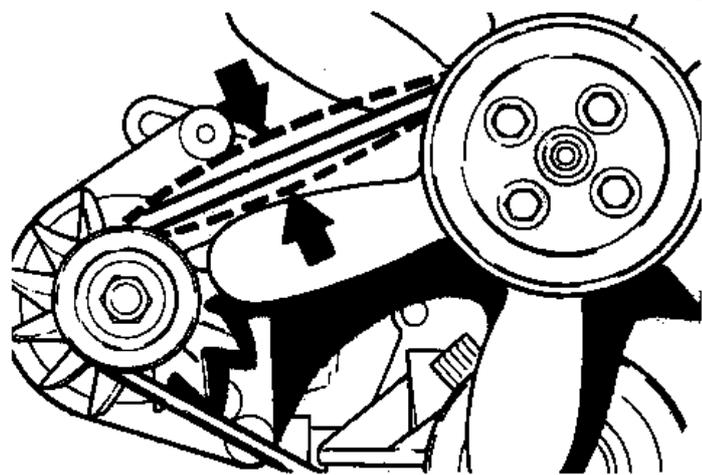

Рис.2.14. Точка измерения натяжения вентиляторного ремня (Разд.11).
2. Натяжение вентиляторного ремня правильное, когда его прогиб составляет 12,7 мм при нажатии посередине ветви между шкивами генератора и водяной помпы (Рис.2.14).